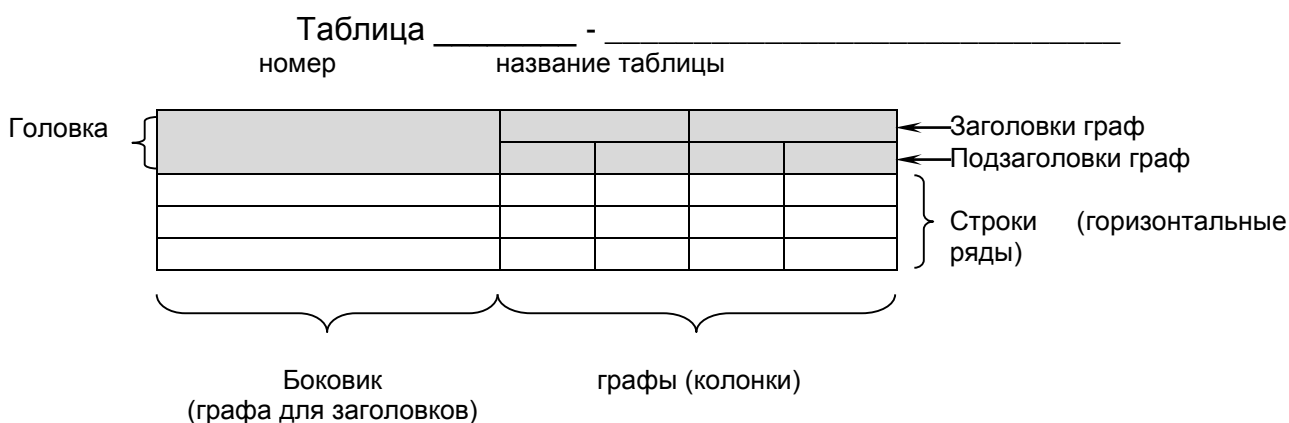

Рисунок 1
1. Количество иллюстраций должно быть достаточным для пояснения излагаемого текста. Иллюстрации могут быть расположены как по тексту документа (возможно ближе к соответствующим частям текста), так и в конце его. Иллюстрации должны быть выполнены в соответствии с требованиями стандартов ЕСКД и СПДС. Иллюстрации, за исключением иллюстраций приложений, следует нумеровать арабскими цифрами сквозной нумерацией. Если рисунок один, то он обозначается "Рисунок 1".
Иллюстрации, при необходимости, могут иметь наименование и пояснительные данные (подрисовочный текст). Слово «Рисунок» и наименование помещают после пояснительных данных и располагают следующим образом: Рисунок 1 - Детали прибора.